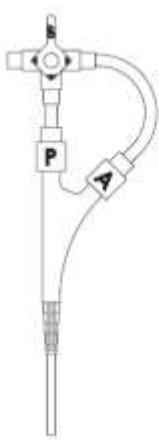

Figura 1
- Para retirar todo o ar das extensões do adaptador, ajuste a torneira de três vias de modo que as três setas apontem para os três conectores do adaptador (Alavanca OFF da torneira de três vias na posição lateral - Figura 1). Ligue a seringa preenchida de contraste ao adaptador e encha as duas extensões sem que se formem bolhas.
- Para insuflar simultaneamente os balões, a alavanca OFF da torneira de três vias deve ser colocada na posição lateral.(Figura 1)
- Para proceder à desinsuflação dos dois balões, coloque a alavanca OFF na torneira de três vias na posição lateral (Figura 1) e desbloqueie o êmbolo do dispositivo de insuflação, puxe-o totalmente para trás e bloquee-o novamente. Remova o cateter balão Stop'n Go do osso através da cânula, mediante um cuidadoso movimento rotativo.